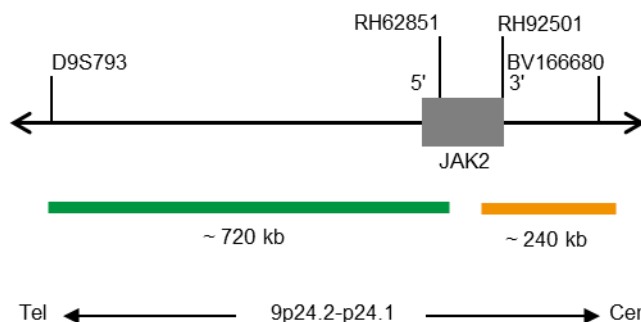

Fig. 1 : Carte de la sonde SPEC JAK2 (pas à l'échelle)
- Polynucléotides marqués au ZyGreen (excitation 503 nm/émission 528 nm) (~10 ng/μl), qui ciblent une séquence de 9p24.1-24.2\* (chr9:4,311,843-5,031,620) distale de la région des points de rupture de JAK2 (voir figure 1).
- Polynucléotides marqués au ZyOrange (excitation 547 nm/émission 572 nm) (~4,5 ng/μl), qui ciblent une séquence de 9p24.1\* (chr9:5,088,700-5,328,239) proximale de la région des points de rupture de JAK2 (voir figure 1).